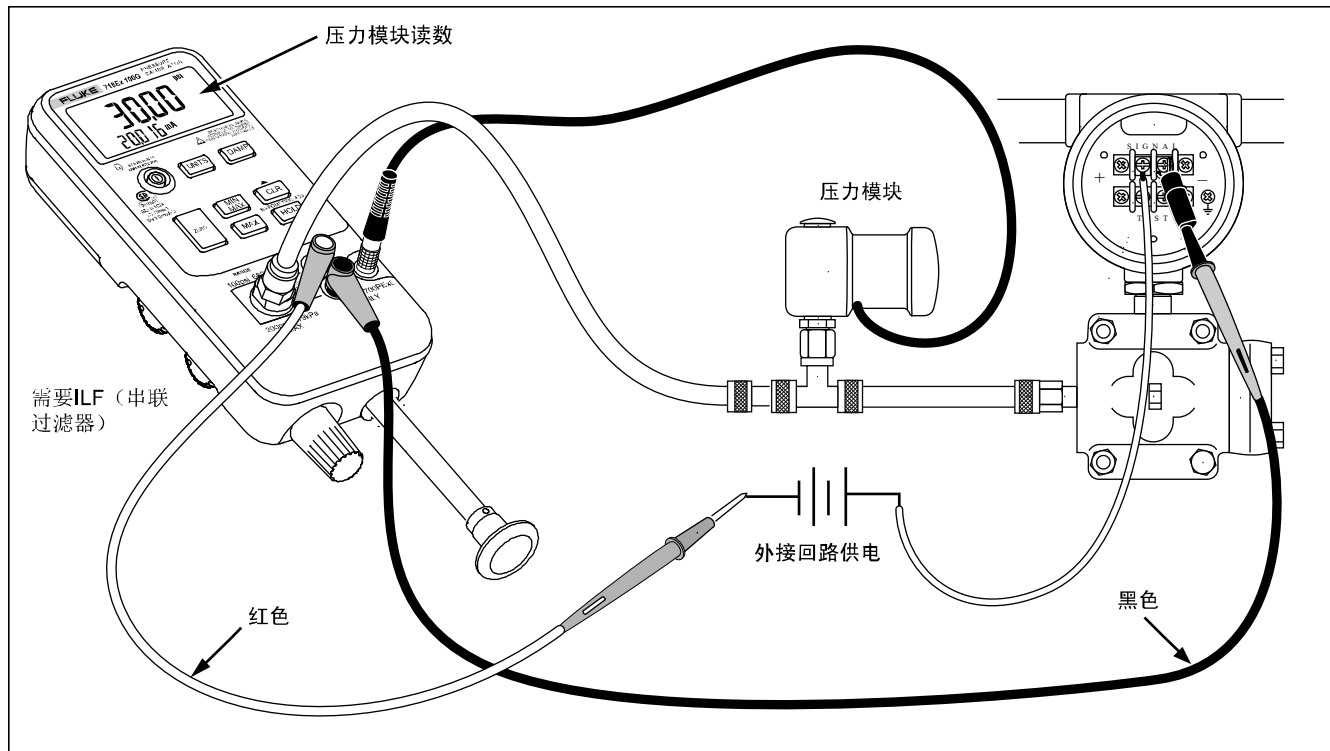

图 4.压力模块与内置泵
内置泵也可与某些 Fluke 750PEX 系列压力模块一起使用。在这种情况下, 由校准器显示压力模块所测量的压力。表 4 列出了适用于各校准器型号的压力模块。图 4 显示了与压力模块一起使用的内置泵。
2. 按图 3（内部压力传感器测量）或图 4（压力模块测量）所示方式，将被测压力发送机与校准器内部传感器连接。